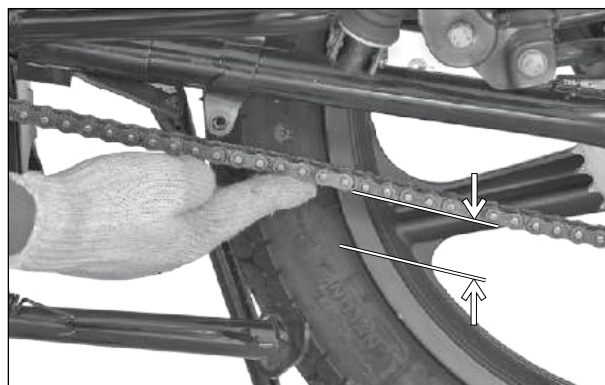

Fig. 2.61
- Após a limpeza e montagem da corrente (se removida), verifique a folga da corrente de transmissão, conforme mostrado na figura. (Fig. 2.61)